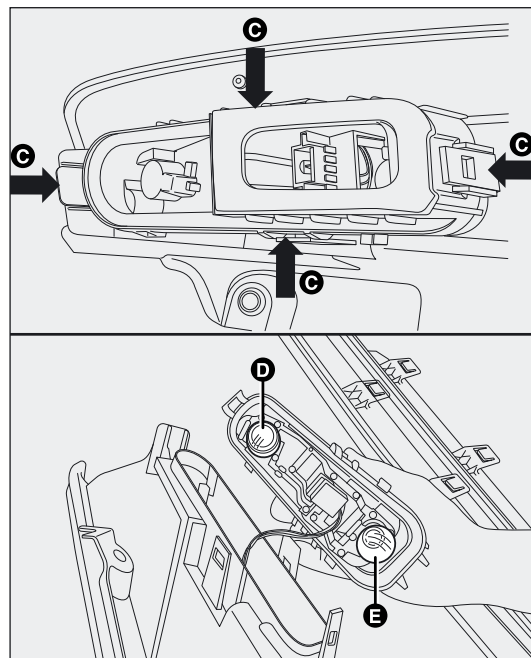

fig. 175
- ☐ maak de lamphouder los uit de bevestigingen C-fig. 175;